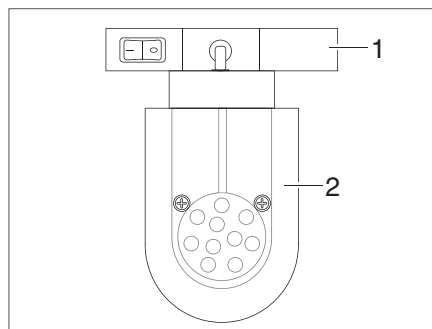

Bild 141 LED-Spotleuchte (Beispiel)
- Halterung (Bild 141,1) fassen und um 90° drehen.
- LED-Spotleuchte (Bild 141,2) aus Schienensystem entnehmen.
- LED-Spotleuchte (Bild 141,2) an gewünschter Position in das Schienensystem einsetzen und um 90° drehen.